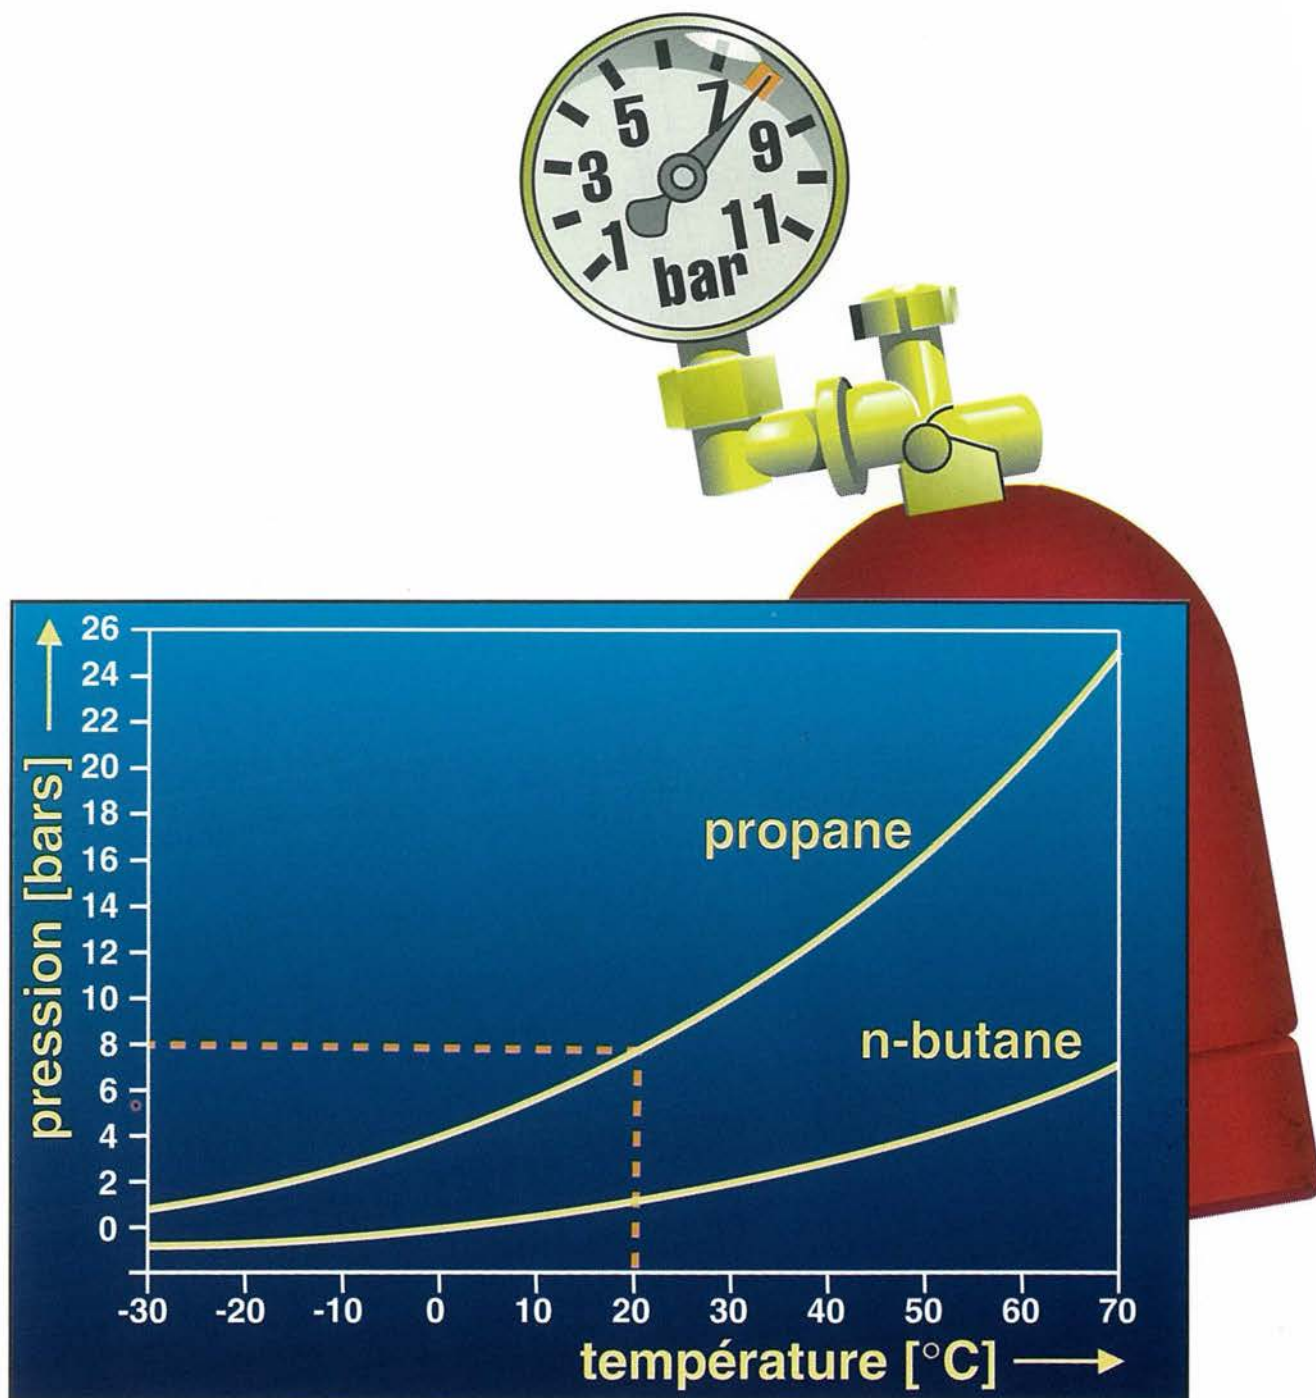

Figure 8: Courbes de pression de vapeur du butane et du propane en fonction de la température
- La pression, dans les récipients de gaz liquéfié (réservoirs, bouteilles, etc.), dépend exclusivement de la température (voir les courbes de pression de vapeur, figure 8); à 20 °C, par exemple, la pression du propane est de 8 bars environ. Un fort échauffement des récipients (dû à une cause externe, comme un incendie, ou à un chauffage interne) conduit à une augmentation considérable de la pression interne (figure 9), pouvant entraîner dans certaines conditions